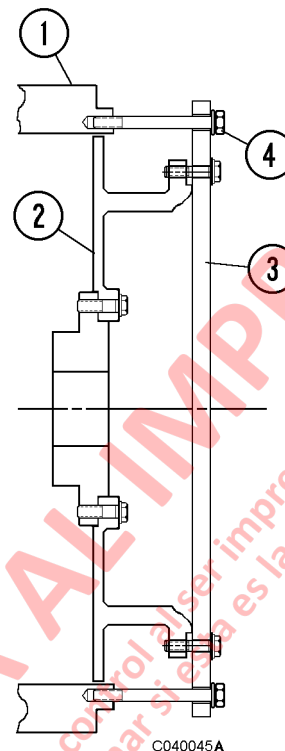

FIGURA 4-5. JUEGO AXIAL DEL ALTERNADOR
4. Consulte la Figura 4-5 para determinar el juego axial del alternador:
- Con una barra plana de acero (3) apernada firmemente al rotor (2), instale un perno de 5/8" - 11NC (4) en cada extremo de la caja del alternador (1) y apriételo con la mano.
- Mueva el rotor del alternador (2) de manera axial hacia la parte de atrás (extremo del anillo deslizante), apretando alternadamente los pernos (4) media vuelta a la vez. **No exceda los 16 N·m (12 lb-ft) en cada perno.** Esto establece la carrera de retroceso máxima permisible para el rotor del alternador.
- Suelte los pernos (4), alternadamente, una vuelta a la vez hasta liberar todo el torque. Retire cuidadosamente la barra de acero (3).